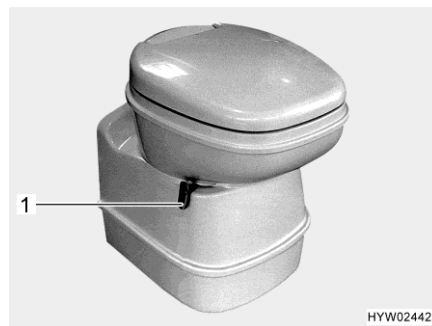
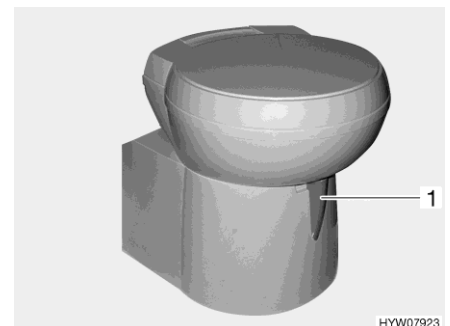

Bild 295 Thetford-toalettsskål, svängbar
Bild 296 Thetford-toalettsskål, svängbar (alternativ)
- Öppna spjället på Thetford-toaletten före spolning. Skjut för detta spjällspaken (Bild 295,1 resp. Bild 296,1) moturs.